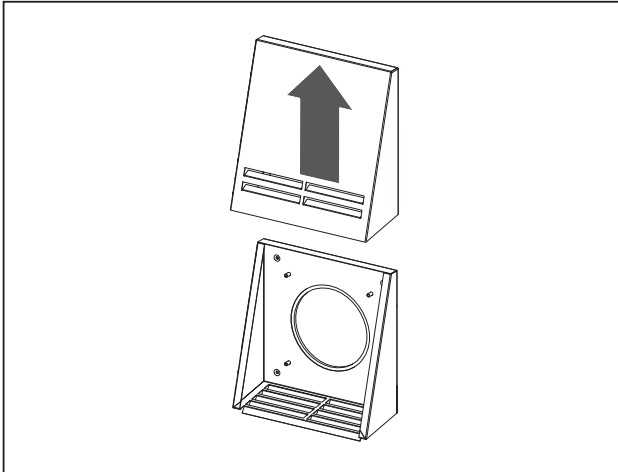

Abb. 26
- Abb. 26 - Modelle DAC50-COMFORT und DAC50-COMFORT Pro;